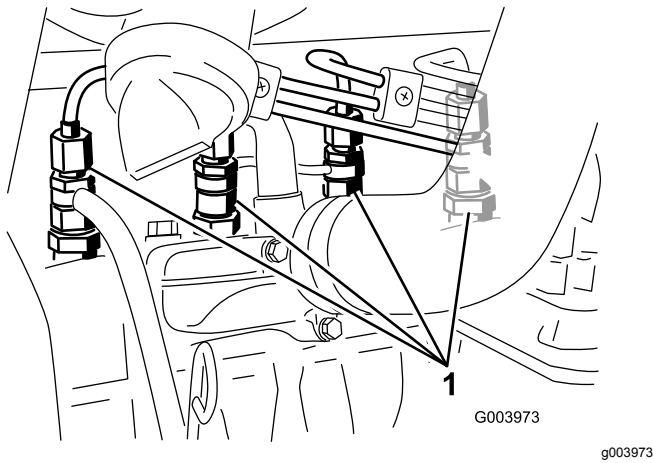

図 37
1. 燃料噴射ポンプの No.1 インジェクタノズル 図 37 へのパイプ接続部をゆるめる。